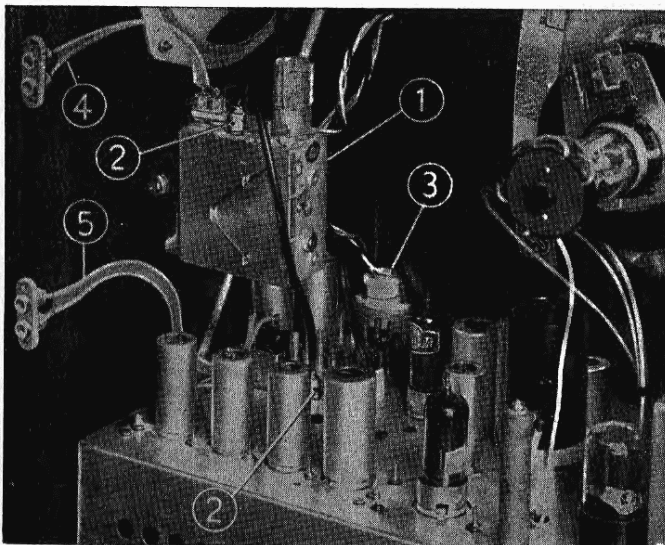

Fig. 29 - Vista interna di un televisore Geloso munito di convertitore N. 7891 per la ricezione dei programmi irradiati nella gamma UHF. Sono visibili:
- 3) affacciare la piastra di supporto del Gruppo convertitore ai fori di fissaggio dalla parte interna del mobile, in modo che le tre «bussoline» isolanti entrino nei tre fori di fissaggio. Se le bussoline entrassero con difficoltà, allargare leggermente i fori del mobile. Il convertitore dovrà risultare fissato come mostra la fig. 29;
- 5) infilare la spina d'alimentazione nella presa n. 3 e la spina di FI nella presa n. 2 posta sul gruppo sintonizzatore VHF (vedi fig. 29).
Nella fig. 29, pag. 22, sono chiaramente indicati la posizione delle varie parti e i collegamenti già effettuati. Come si vede, l'applicazione è di un'estrema semplicità.